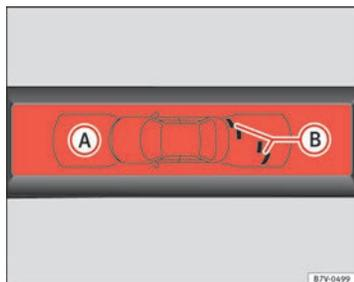

Fig. 144 Indicación del OPS en pantalla: (A) se ha detectado un obstáculo en el segmento. (B) zona registrada delante del vehículo.
La zona en la que se reconocen obstáculos se extiende frente al vehículo hasta una distancia de unos 120 cm y hacia el lado hasta 60 cm ⇒ fig. 144 (B). Detrás del vehículo, la zona analizada alcanza hasta una distancia de 160 cm y unos 60 cm hacia los lados ⇒ fig. 143 (C).
El gráfico mostrado representa las zonas supervisadas en varios segmentos. A medida que el vehículo se acerca a un obstáculo, más se acerca el segmento al vehículo representado (B) y ⇒ fig. 144 (A). A más tardar, cuando se muestra el penúltimo segmento, se ha llegado a la zona de colisión. **¡Deténgase!**